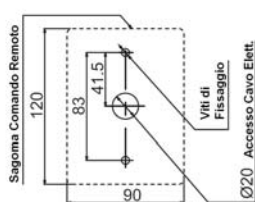

Fig. 1
2. Praticare 3 fori nel muro (Fig.1), uno per il cavo, due per le viti di fissaggio. Applicare i tasselli se necessario
2. Rimuovete il cappuccio protettivo dal connettore a 3 pin marcato "EZ Connect" che si trova fra i cablaggi dell'unità Master (Fig.1).
4. Controllate che i microinterruttori della selezione del gas N.1 e N.2 siano nella corretta posizione per il tipo di gas con cui viene alimentato l'apparecchio (Fig.1)